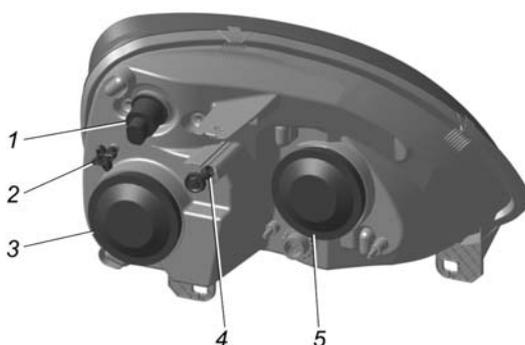

Рис. 8.4. Блок-фара:
Головные фары. Для замены ламп ближнего света и габаритного огня в блок-фаре необходимо снять резиновую крышку 3 (рис. 8.4).
- отрегулировать световые пучки ручками 2 (рис. 8.4) и через гнездо 4 поочередно для каждой фары.